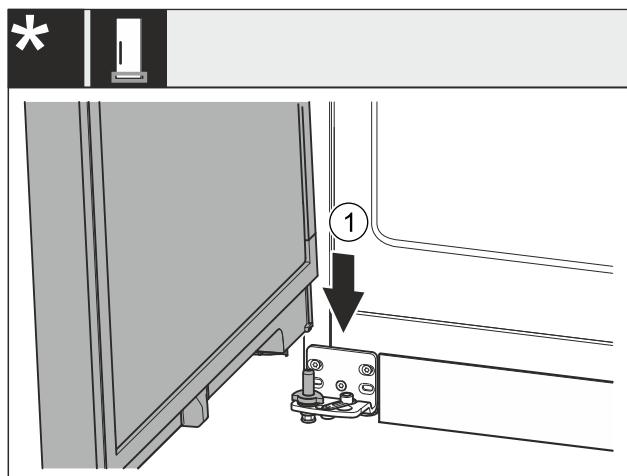

Fig. 43 \*
- Встановіть дверцята зверху на нижній опорний гвинт Fig. 43 (1).\*